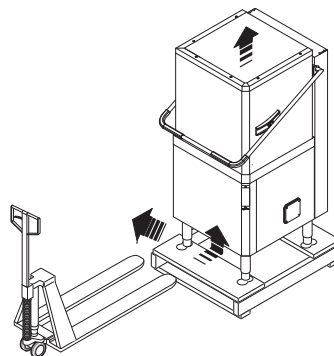

Figure 6 Positionnement de la machine
- Soulever l'appareil au moyen d'un chariot élévateur, enlever l'embase et le positionner à l'endroit prévu pour son emplacement (Figure 6).